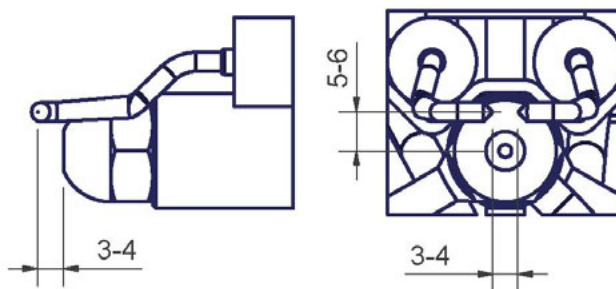

Рис. 37
- Проверьте запальный электроды, очистите, отрегулируйте и, при необходимости, замените (см. Рис. 37).